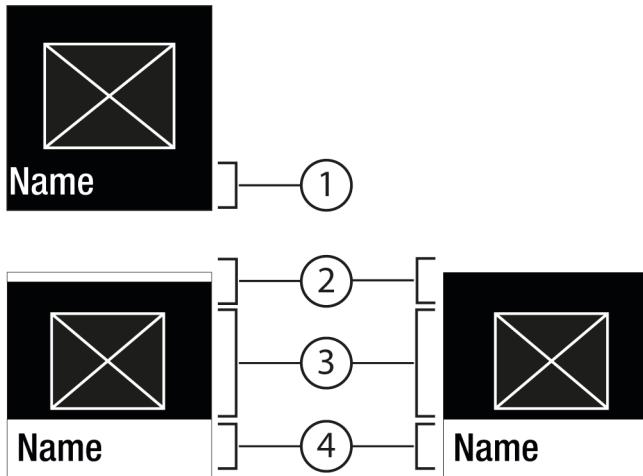

Fig. 7
- С помощью Подтвердить Fig. 5 (2) вызвать Подменю Fig. 7 (4).
- Состояние: активировано Fig. 6 (1) появляется недолго в Подменю Fig. 7 (4).